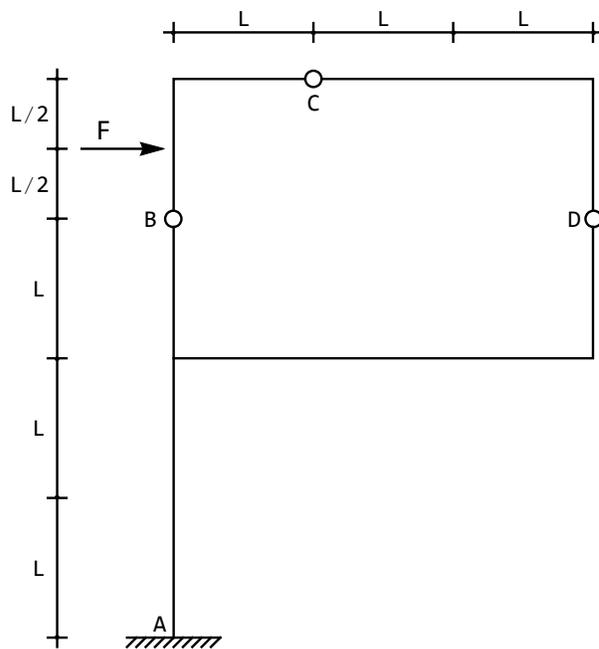

Figura 63: Lo schema strutturale
1. Per la struttura di Figura 63, disegnare il diagramma del momento flettente